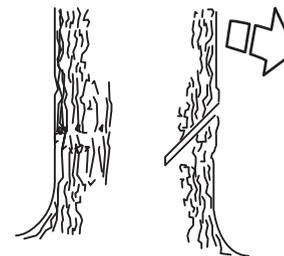

Рисунок 12 — Верхний пропил
• Чтобы сделать направляющую зарубку, необходимо вначале сделать верхний пропил. Пользуясь нижней кромкой шины направляющей (ведущей частью цепи пильной), сделайте пропил сверху вниз под углом примерно 45 градусов и под прямым углом (см. рис. 12) к выбранному направлению падения.